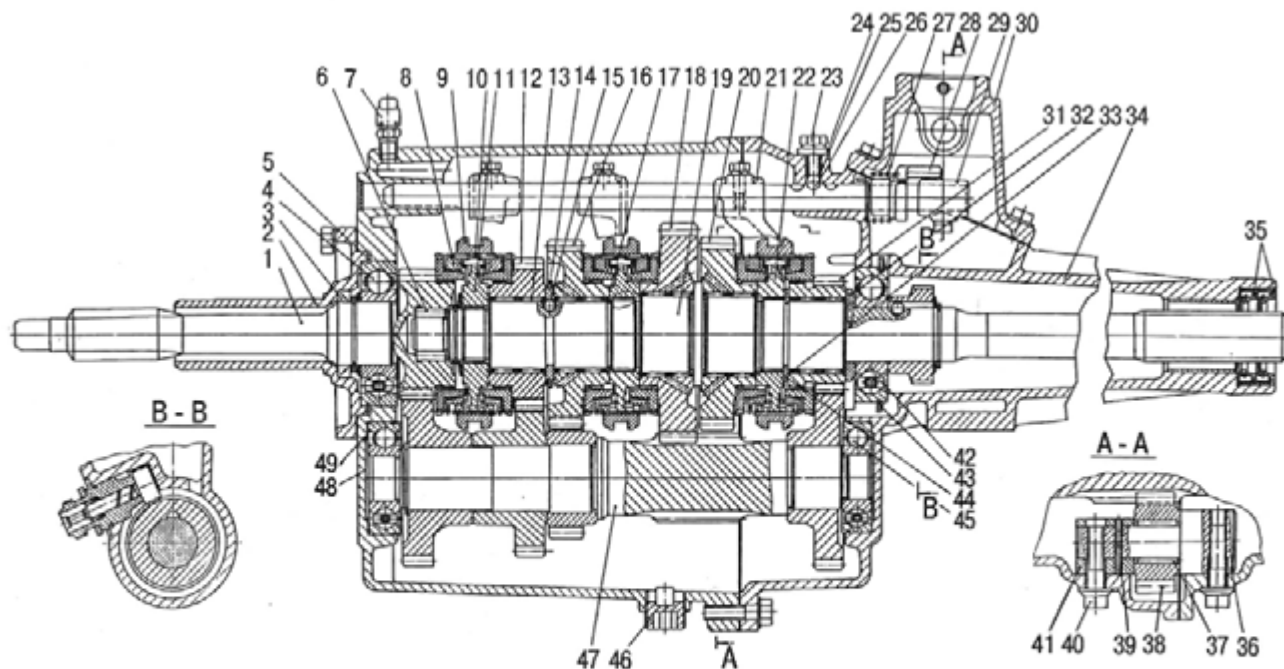

Рис. 178. Пятиступенчатая коробка передач (продольный разрез)
Картер коробки передач изготовлен из алюминиевого сплава и состоит из двух частей - переднего 48 и заднего 34 картеров (рис. 178). Картеры для обеспечения необходимой соосности опор валов и отверстий под штоки механизма переключения центрируются по установочным втулкам, запрессованным в задний картер, и соединяются друг с другом 10 болтами.
- отвернуть болты крышки подшипника первичного вала 2 (рис. 178) и снять крышку;